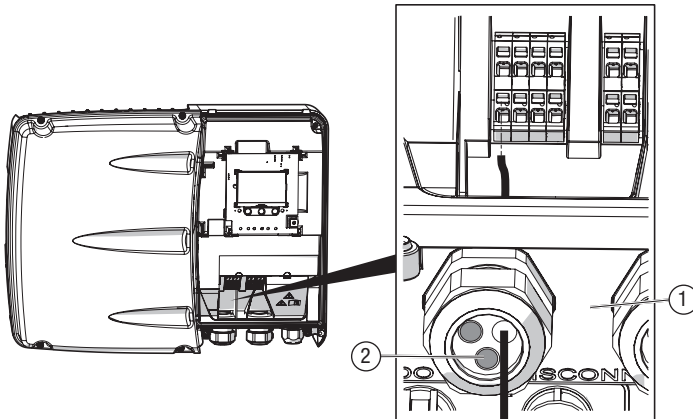

Bild 21 Anschluss „Externe Abschaltung“
- Führen Sie das Anschlusskabel durch die linke Kabelverschraubung (Bild 21/1).
4. Verschließen Sie die unbenutzten Durchführungen in der Mehrfachkabelverschraubung mit den Verschlussbolzen (Bild 21/2).